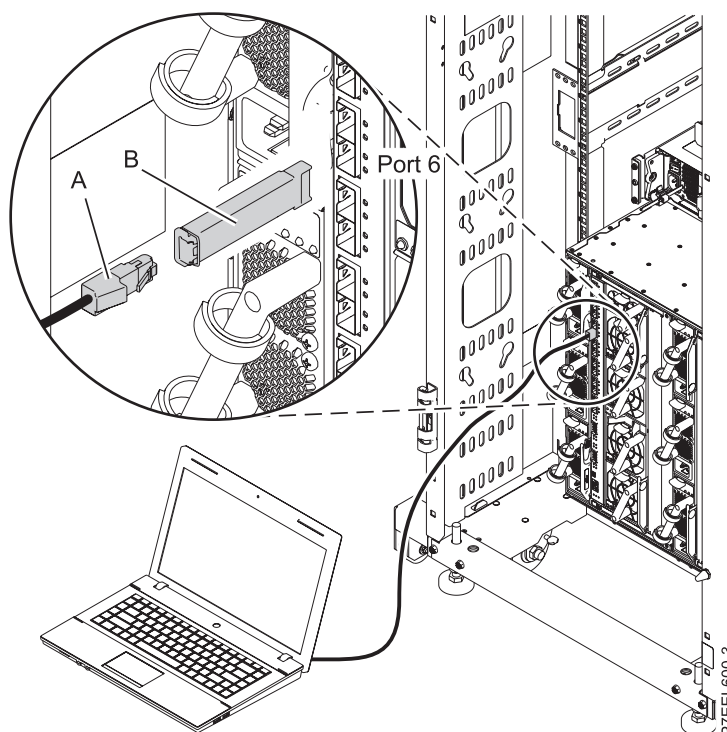

Figure 15. Connexion au port 6 sur le boîtier du commutateur
1. Si vous disposez d'un seul boîtier, installez l'émetteur-récepteur (RJ45) SFP d'IBM BNT (**B** dans la figure 15). Cet émetteur-récepteur SFP est inclus dans le package fourni. Installez l'émetteur-récepteur dans l'emplacement 1 du module d'E-S, port 6.
2. Si vous ne disposez pas de commutateur pour la partie supérieure de l'armoire, connectez une unité ayant accès à un navigateur et un port Ethernet à l'émetteur-récepteur dans l'emplacement 1 du module d'E-S, port 6 sur le boîtier du commutateur (**A** dans la figure 15).